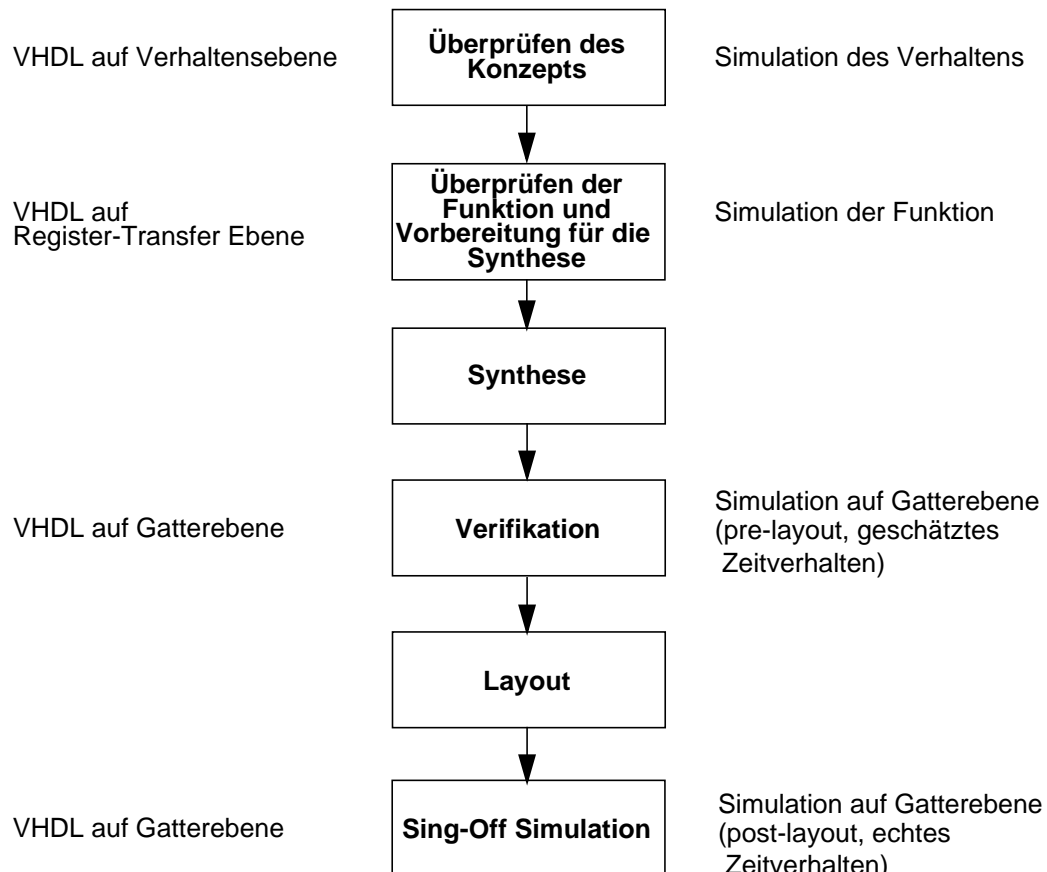

Abbildung 17: Einordnung der Gatterebenenimulation im Design Ablauf.
- Eine Gatterebenenimulation nach der RTL-Synthese wird auch als pre-layout Simulation bezeichnet. Vergleichen Sie hierzu Abbildung 17: